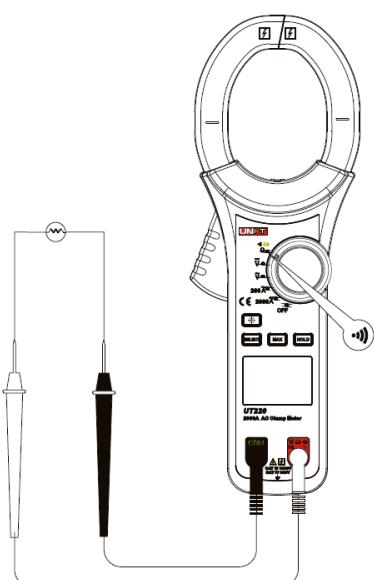

Figura 7
5. DETEÇÃO DE CONTINUIDADE (•) (VER FIGURA 7)